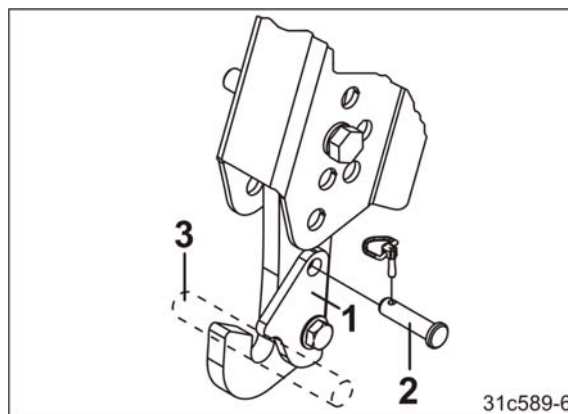

Fig. 108
2. Dezasigurați urechile de siguranță (Fig. 108/1).
- 2.1 Scoateți bolțurile (Fig. 108/2).
5. Preluati punctele inferioare de sprijin (Fig. 108/3) ale semănătoarei cu cârligul de prindere.
7. Rotiți urechile de siguranță (Fig. 108/1) și introduceți-le pe fiecare cu câte un bolț (Fig. 108/2). Asigurați bolțurile cu șplinturi.